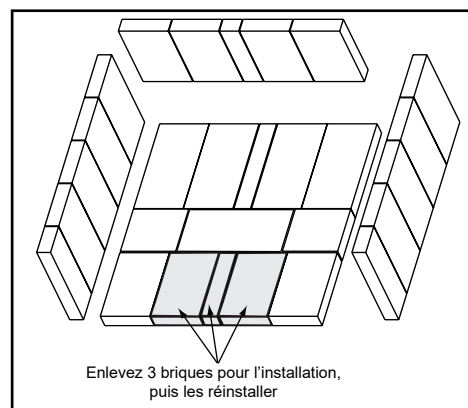

Figure 16.1
- Retirez les 3 briques de la partie avant de la boîte à feu (**Figure 16.1**).
2. Retirez les 3 briques de la partie avant de la boîte à feu (Figure 16.1 à la page 16).